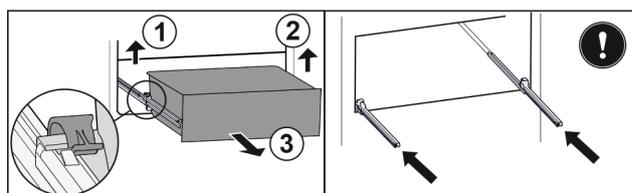

Fig. 69
- ▶ Soulever la bride gauche et tirer dans le même temps la partie gauche du tiroir vers l'avant. Fig. 69 (1)
- ▶ Soulever la bride droite et tirer dans le même temps la partie droite du tiroir vers l'avant. Fig. 69 (2)
- ▶ Retirer le tiroir par l'avant. Fig. 69 (3)